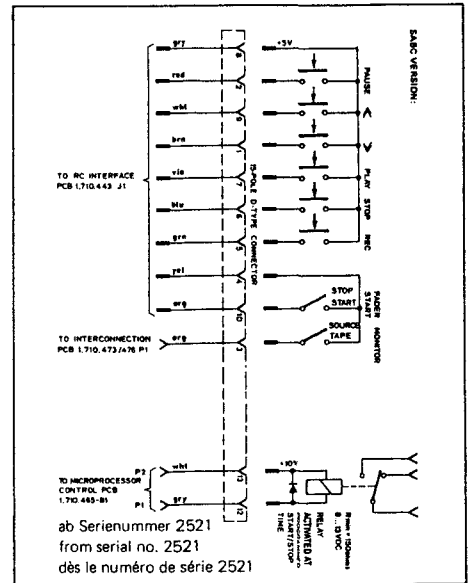

Fig. 1.4
- [44] Fernsteueranschluss für Geräte ab Seriennummer 2521 (siehe 1.5, Fig. 1.4)
- [44] Remote control connector for units as of serial no. 2521 (see 1.5, fig. 1.4)
- [44] Prise de télécommande pour les appareils à partir du numéro de série 2 521 (voir 1.5, fig. 1.4)